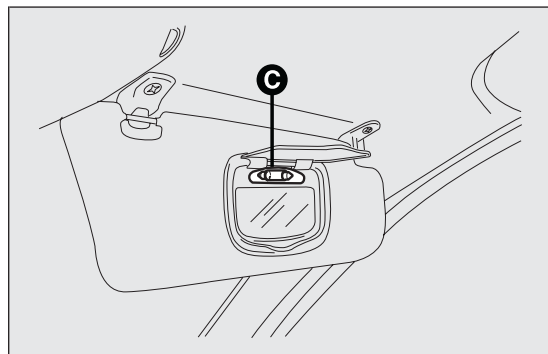

fig. 184
- ❑ sostituire la lampada C fig. 184 svincolandola dai contatti laterali, accertandosi che la nuova lampada risulti correttamente bloccata tra i contatti stessi.